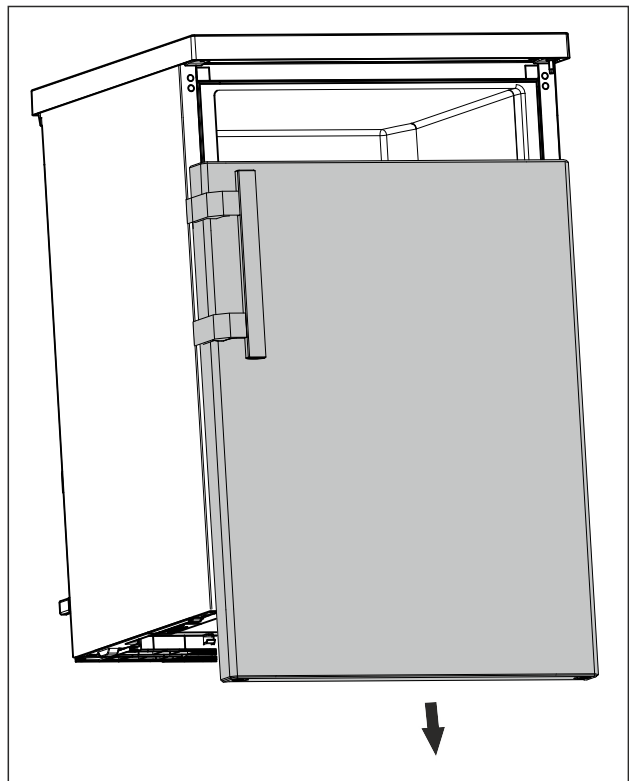

Fig. 16
- Detașați ușa în jos. (vezi Fig. 16)